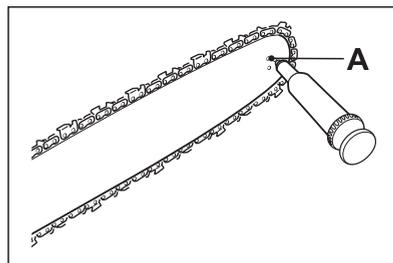

Fig. 33
**i** REMARQUE : Il n'est pas nécessaire d'enlever la chaîne (6) pour graisser le pignon de renvoi. Le graissage peut se faire au cours du travail.
- > Procurez-vous un pistolet de graissage jetable; insérez la pointe dans le trou de graissage (fig. 33, A) et injectez l'huile jusqu'à ce qu'elle déborde du trou du pignon [7] (fig. 33).